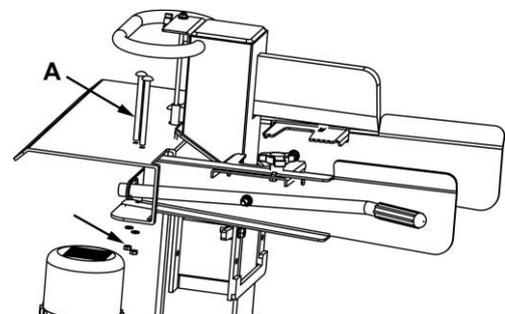

Fig.4
### 4.2.1- Montage des bras de commande (Fig.4)
- Mettre les bras de commande en place : introduire le tube du bras de commande dans l'emplacement de la jonction transversale (Fig.4).
- Faire traverser la tige d'immobilisation (A).